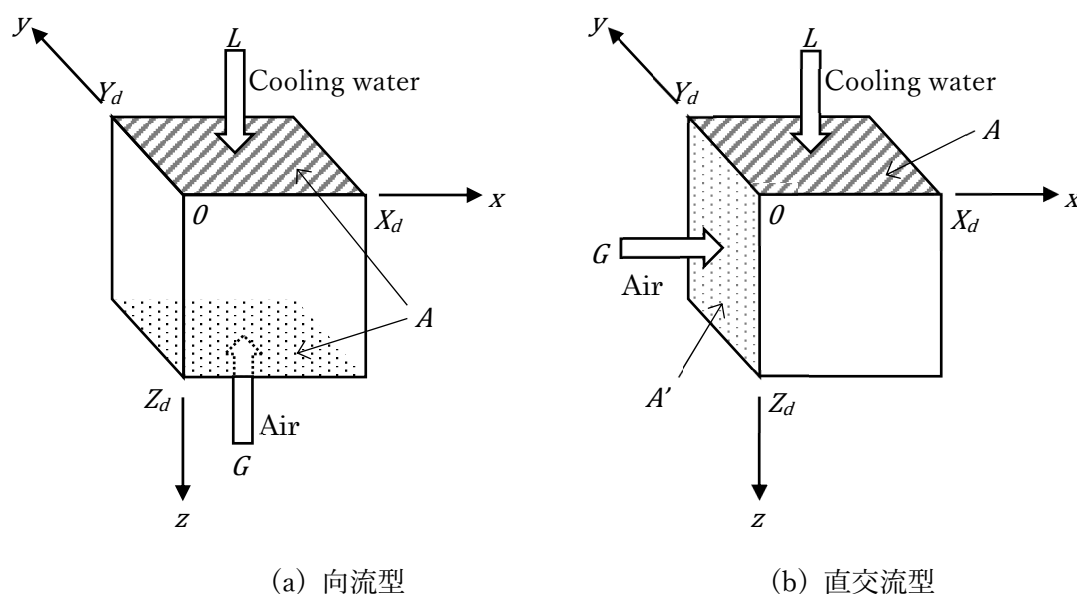

図2 冷却塔の熱交換部の座標と流れの方向
冷却塔の熱交換部 $V (= AZ_d = A'X_d)$ について、図2 エラー! 参照元が見つかりません。のように座標軸を定めると、向流型と直交流型の基礎式はそれぞれ式 (7)、式 (8) で表される。